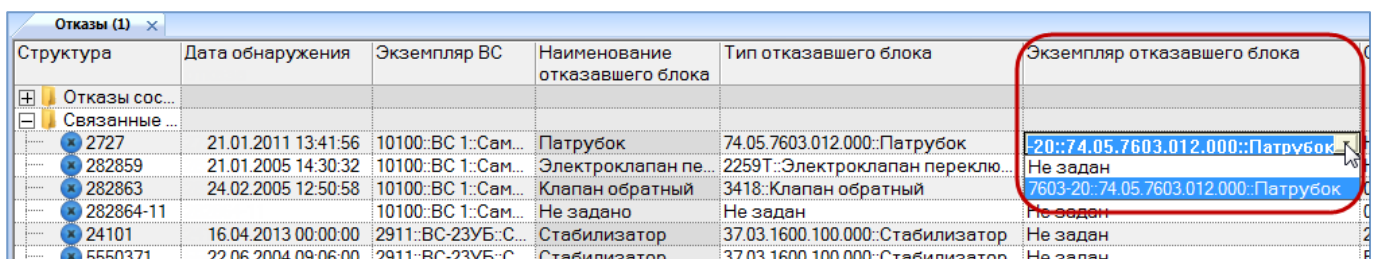

Рис. 13-297 – Выбор экземпляра компонента (экземпляра отказавшего блока)
- 2) Выбрать отказ в рабочем окне «Отказы» (рис. 13-297).
- 3) Раскрыть список в поле «Экземпляр отказавшего блока» и выбрать нужный экземпляр компонента (рис. 13-297). Формирование списка происходит с учетом значения в поле «Тип отказавшего блока».